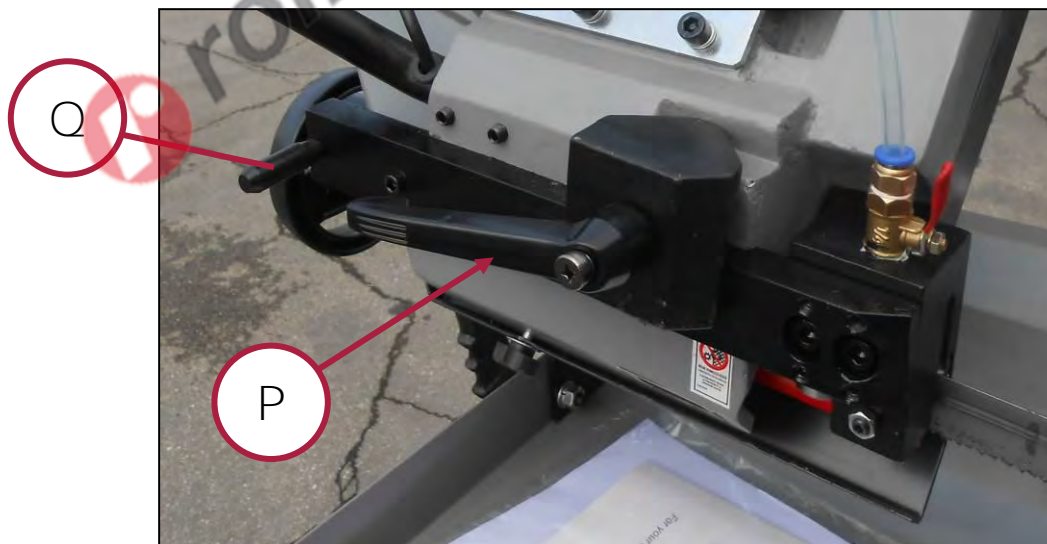

Figura 25 - Regolazione dell'elemento guida lama.
Regolare la posizione dell'elemento guida lama (vedere la Figura 25) che, oltre a costituire un utile guida per la lama a nastro, funge anche da protezione per coprire la parte della lama che non serve ai fini del taglio.
- Per fare questo allentate la vite di fissaggio del guida-lama ruotando la leva (Rif. P in Figura 25).
- **Afferrate il pomello posto a sinistra dell'elemento guida lama e spostate il guida lama ed il carter** nella posizione desiderata (Rif. Q in Figura 25).